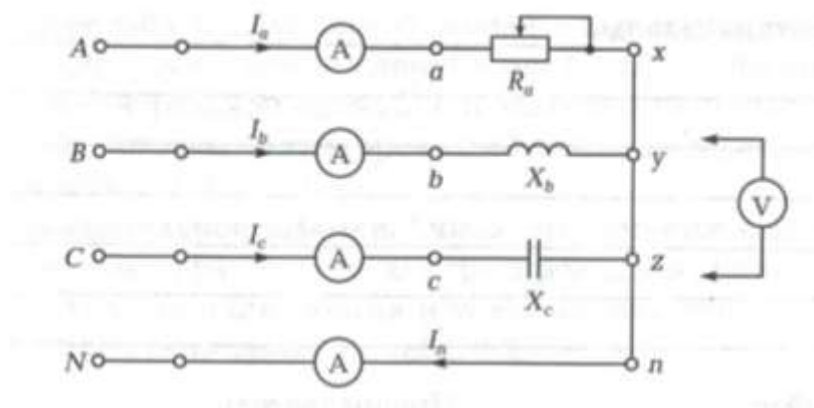

Рис. 6.2. Схема трехфазной ЭЦ с равномерной нагрузкой однофазных приемников, соединенных «звездой»
Схема ЭЦ с включенными измерительными приборами приведена на рис. 6.2
2. Вычислить углы сдвига фаз между током и напряжением для однофазных приемников, приведенных на рис. 6.2. Результаты занести в протокол испытаний.
4. Собрать ЭЦ в соответствии с рис. 6.2. Установить наибольшую номинальную величину измерительных приборов.
В таблице 6.3 даны значения линейного напряжения  $U_l$  и фазных сопротивлений ЭЦ, приведенной на рис. 6.2 в трехпроводной ЭЦ вектор напряжения смещения нейтрали  $U_{nN}$  для всех вариантов отстает от вектора фазного напряжения  $U_a$  на  $180^\circ$ .